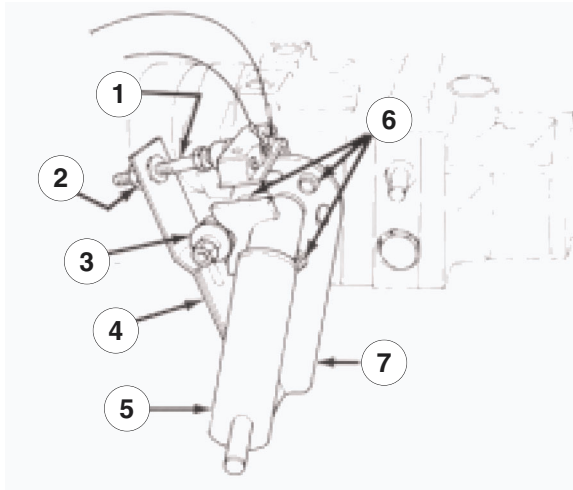

Figure 39
1. Garez la machine sur une surface plane et horizontale, et arrêtez le moteur. Serrez le frein de stationnement, basculez le siège en avant et actionnez le levier de la pompe (Fig. 39) pour vérifier si l'ensemble est correctement positionné et fonctionne librement. Corrigez les défauts éventuels.
6. Comme la toue tourne, la plaque de la pompe doit être réglée. Placez la manette d'accélérateur en position de ralenti auparavant. Si la roue tourne vers l'avant, desserrez les vis et tapez légèrement le bas de la plaque de la pompe dans le sens anti-horaire (Fig. 39). Tapez la plaque dans le sens horaire si la roue tourne en arrière
(Fig. 39). Lorsque la roue s'arrête de tourner, serrez les vis qui fixent la plaque de la pompe contre le côté de la transmission. Vérifiez le réglage avec la commande d'accélérateur en position de ralenti, puis de régime maximum.
- Roulement à billes mal ajusté ou usé (Fig. 39).
- Ressorts à lames affaiblis ou endommagés (Fig. 39). Remplacez.
2. Actionnez le levier de la pompe (Fig. 39) pour vérifier que toutes les pièces fonctionnent librement et sont bien positionnées.
3. Desserrez l'écrou de blocage. Tournez la vis de réglage du contacteur (Fig. 39) autant que nécessaire pour créer un espace entre la tête de la vis et le bouton du contacteur.